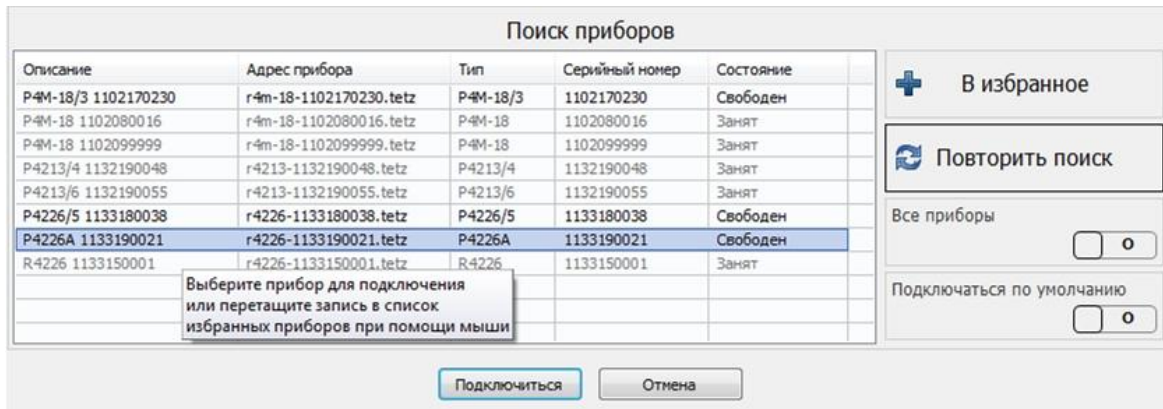

Рис. 18. Подключение к ВАЦ
3. Осуществить подключение к прибору, рис. 18;